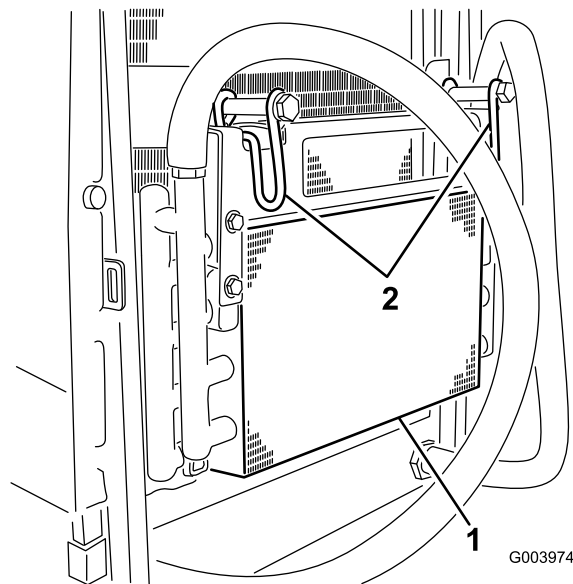

図 67
5. オイルクーラのラッチを内側に倒してオイルクーラを外す 図 67。